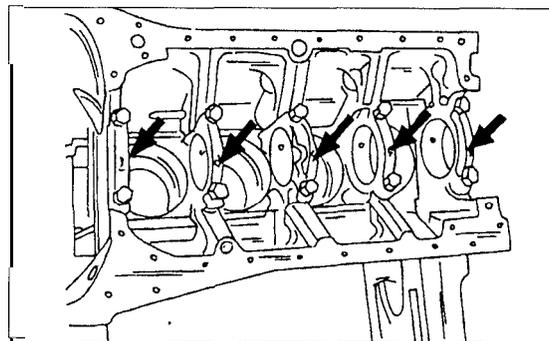

Bild 135
- Lagerdeckelschrauben der Kurbelwelle gleichmässig über Kreuz lösen und der Reihe nach abnehmen. Kontrollieren, dass die Deckelnummern gut sichtbar sind. Die Deckel sind mit den Nummern 1 bis 5 gezeichnet. Der Deckel Nr. 1 befindet sich auf der Riemenscheibenseite. Wie man beim Abnehmen erkennen kann, befinden sich die Zahlen in der Mitte des Deckels, wie es aus Bild 135 ersichtlich ist.